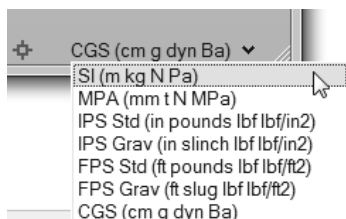

图 9-9 在 Inspire 中设置单位
6) 在视图右下角找到单位设置项，单击并在弹出菜单中更改单位设置为“SI (m kg N Pa)”，如图 9-9 所示。